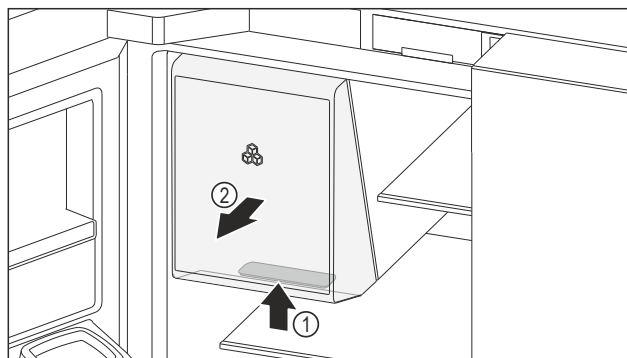

Fig. 166 Estrazione dello scomparto portaghiaccio
- Afferrare la maniglia incassata Fig. 166 (1) nello scomparto portaghiaccio inferiore e allo stesso tempo estrarlo in avanti Fig. 166 (2).